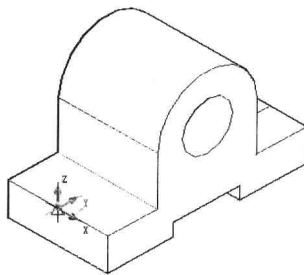

图 8-4-4
(6) 捕捉并单击边线的中点，确定直线的第一个端点，这时动态 UCS 坐标轴就会移至该点位置，如图 8-4-4 所示。